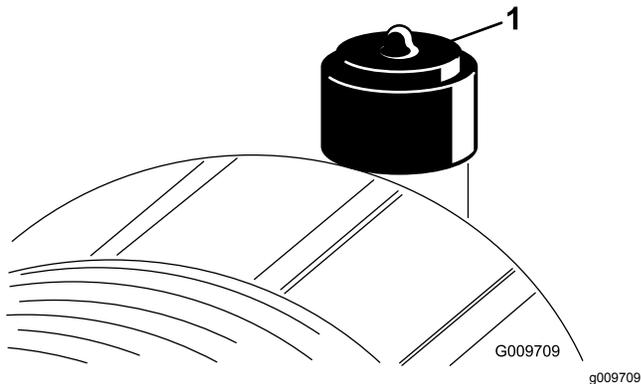

Bild 54
Warten Sie den Luftfilter nur, wenn die Wartungsanzeige dies angibt (**Bild 54**). Das frühzeitige Auswechseln des Luftfilters erhöht nur die Gefahr, dass Schmutz in den Motor gelangt, wenn Sie den Filter entfernen.
2. Stellen Sie die Anzeige (Bild 54) zurück, wenn sie auf Rot steht.